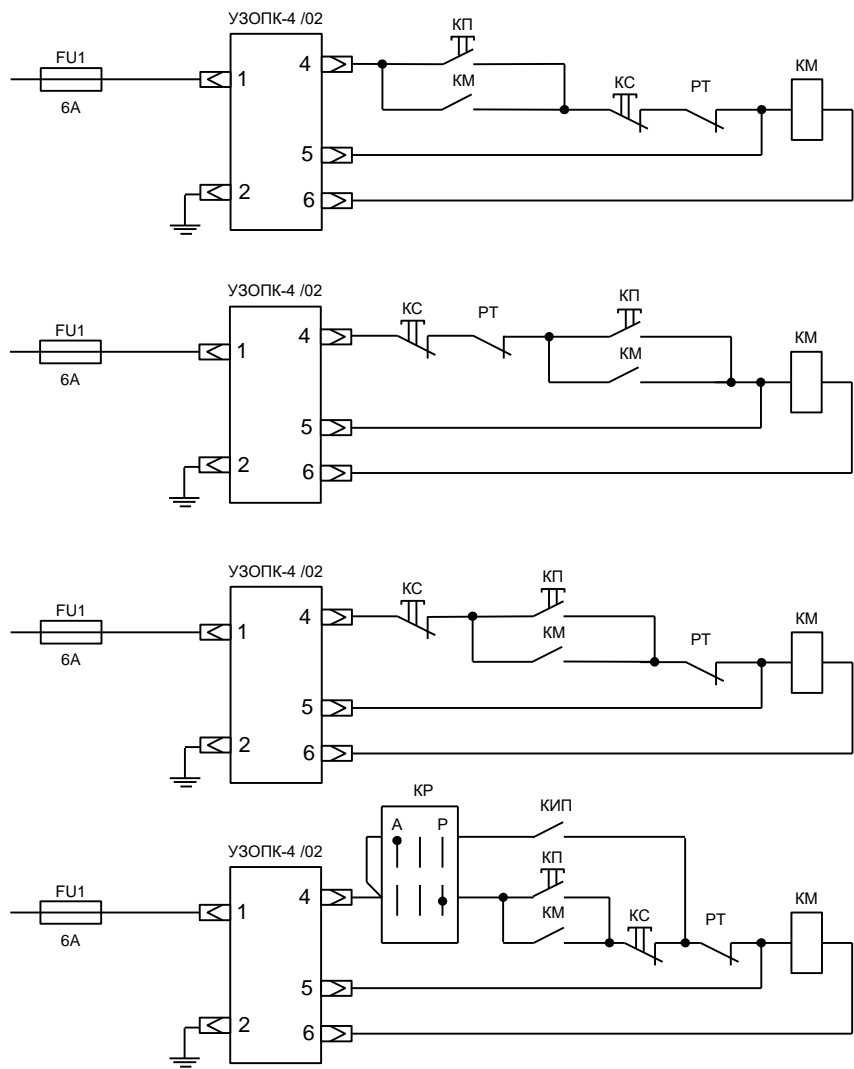

Рис. 1. Примерные схемы подключения устройства УЗОПК-4/02.
- 3.4.1. Типовые схемы подключения устройства УЗОПК-4/02 приведена на рис.1.